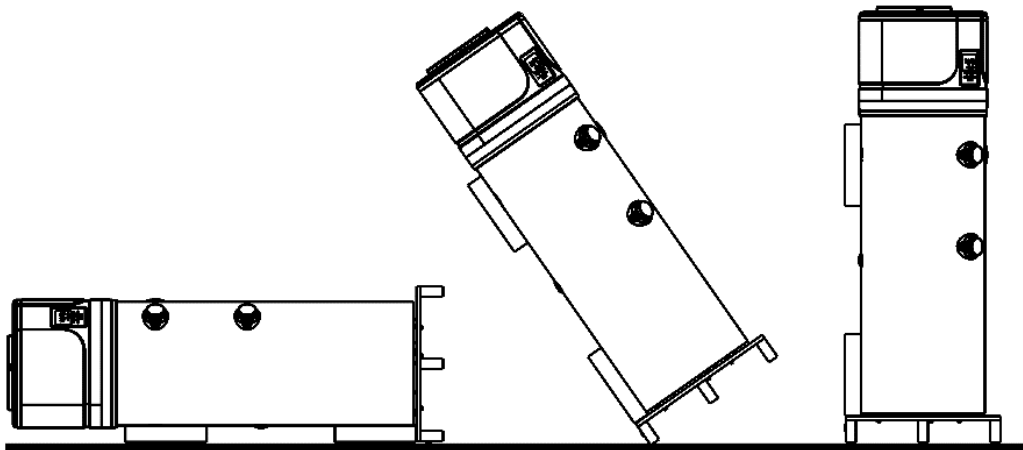

Fig. 2a;
Seguire questi passaggi per installare le tre basette di supporto (Fig. 2a):
- Mettere l'apparecchio in posizione orizzontale come mostrato in fig. 2a;